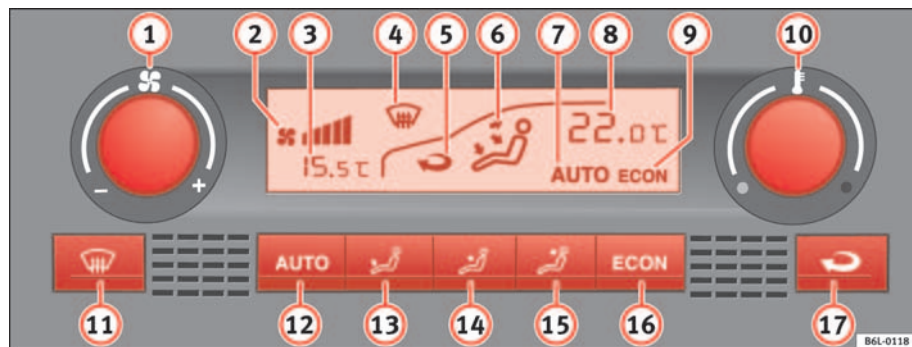

Abb. 88 In der Instrumententafel: Bedienungselemente Climatronic
- Drehen Sie den Temperaturregler ⇒ Seite 126, Abb. 88 , um die Temperatur einzustellen.
- Drücken Sie die Taste **AUTO**. Die Anzeige ⇒ Seite 126, Abb. 88  erscheint.
- Drücken Sie eine der Tasten bis ⇒ Seite 126, Abb. 88 **13** bis **15**, oder drehen Sie den Gebläseregler **1**. Die Anzeige **7** erlischt.
- Drücken Sie die Taste , um den Umluftbetrieb ein- oder auszuschalten. Er ist eingeschaltet, wenn das Symbol  ⇒ Seite 126, Abb. 88  im Anzeigenfeld erscheint.